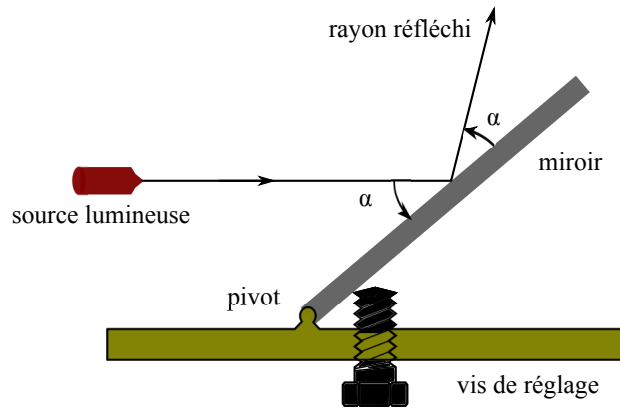

FIGURE 1.1 –
- Le système suivant constitué par un miroir pouvant pivoter sur l'une de ses extrémités et pouvant être relevé ou abaissé au moyen d'une vis à l'autre extrémité est un système de commande, grâce à la vis, on peut régler à volonté la direction du rayon réfléchi, figure 1.1.